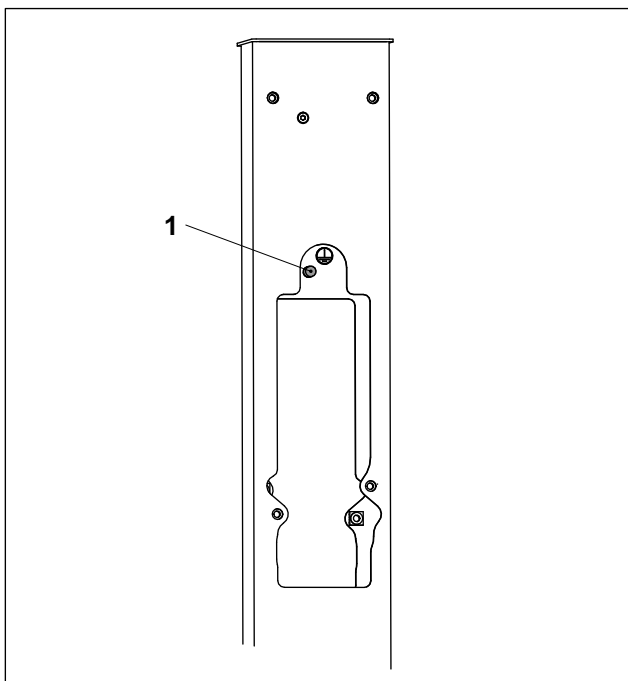

Fig. 4 Raccordement à la liaison équipotentielle
3. Raccorder le conducteur de protection au goujon de mise à la terre (fig. 4/1) (liaison équipotentielle) de la borne. Dans l'ordre suivant : rondelle de contact, rondelle, cosse de câble/câble, rondelle, rondelle élastique bombé, écrou. Couple de serrage 12 Nm.